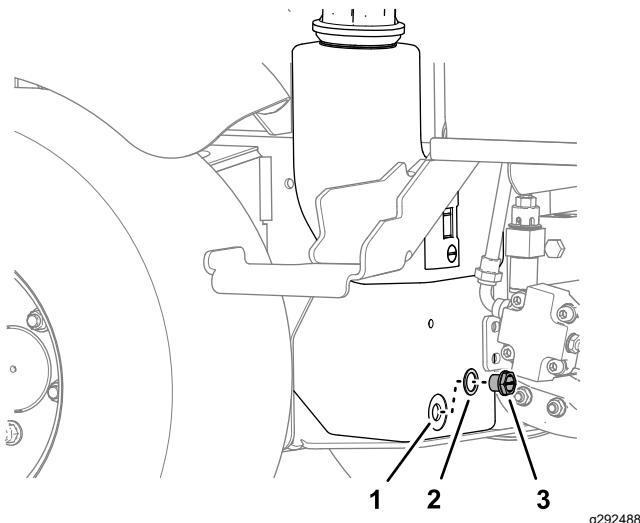

Figura 75
- Coloque un recipiente debajo del depósito hidráulico, retire el tapón de vaciado del depósito y drene por completo el fluido hidráulico (Figura 75).